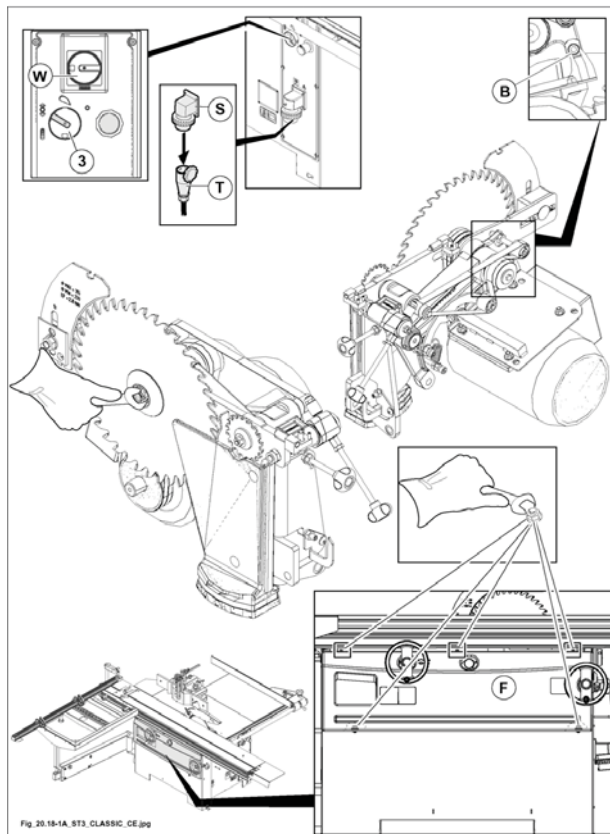

Fig. 20.18-1-A
- connettere la presa (T fig. 20.18-1-A) alla spina (S fig. 20.18-1-A)
- ruotare il selettore (3 fig. 20.18-1-A) sul simbolo
- sbloccare il freno motore ruotando il selettore (W fig. 20.18-1-A) in posizione "I".
- Smontare il carter frontale (F fig. 20.18-1-A).
- Allentare la vite (B fig. 20.18-1-A).
- Spingere il motore verso l'alto e serrare la vite (B fig. 20.18-1-A).
- Riallentare la vite (B fig. 20.18-1-A) e tensionare le cinghie (vedi Par. 20.23).
- Serrare la vite (B fig. 20.18-1-A).
- Rimontare il carter frontale (F fig. 20.18-1-A).